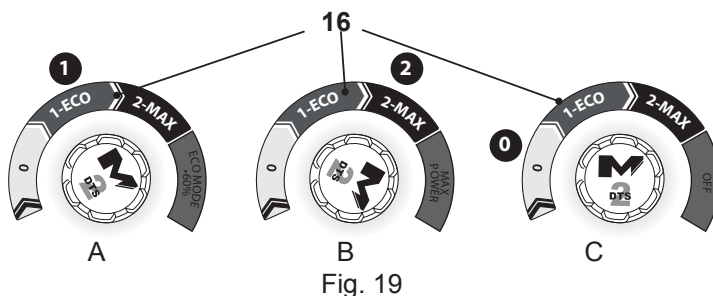

Fig. 19
- > Setați comutatorul de pornire / oprire (on/off) (16) în poziția sa „1” pentru a porni produsul și să funcționeze în **MODUL ECO (ECO MODE)** (viteză mică) (fig. 19, A). **MODUL ECO (ECO MODE)** poate face o economie de energie până la 60%
- > Setați comutatorul de pornire / oprire (on/off) (16) în poziția sa „2” pentru a porni produsul și să funcționeze în modul **PUTERE MAXIMĂ (MAX POWER)** (viteză mare) (fig. 19, A).
- > Setați comutatorul de pornire / oprire (on/off) (16) în poziția „0” pentru a opri produsul (Fig. 19, C).